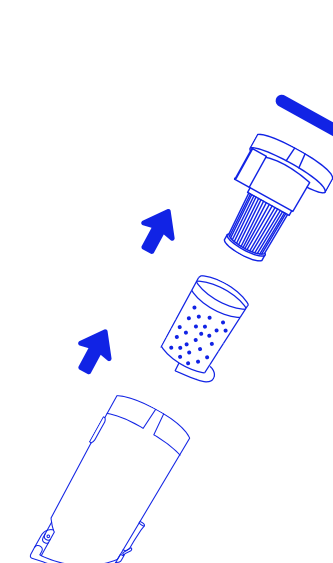

Рис. 8
- Извлеките фильтр из пылесборника (Рис.8).